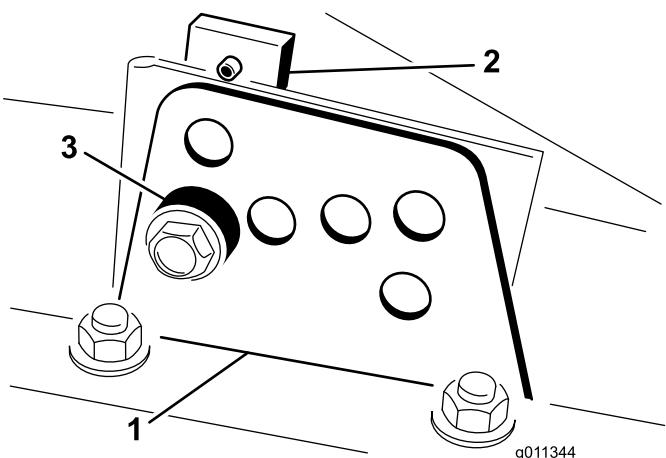

Figura 3
2. Afloje el perno que sujetla cada soporte de altura de corte a la pletina de altura de corte (delante y en cada lado) (Figura 3).
4. Sostenga la cámara y retire el espaciador (Figura 3).